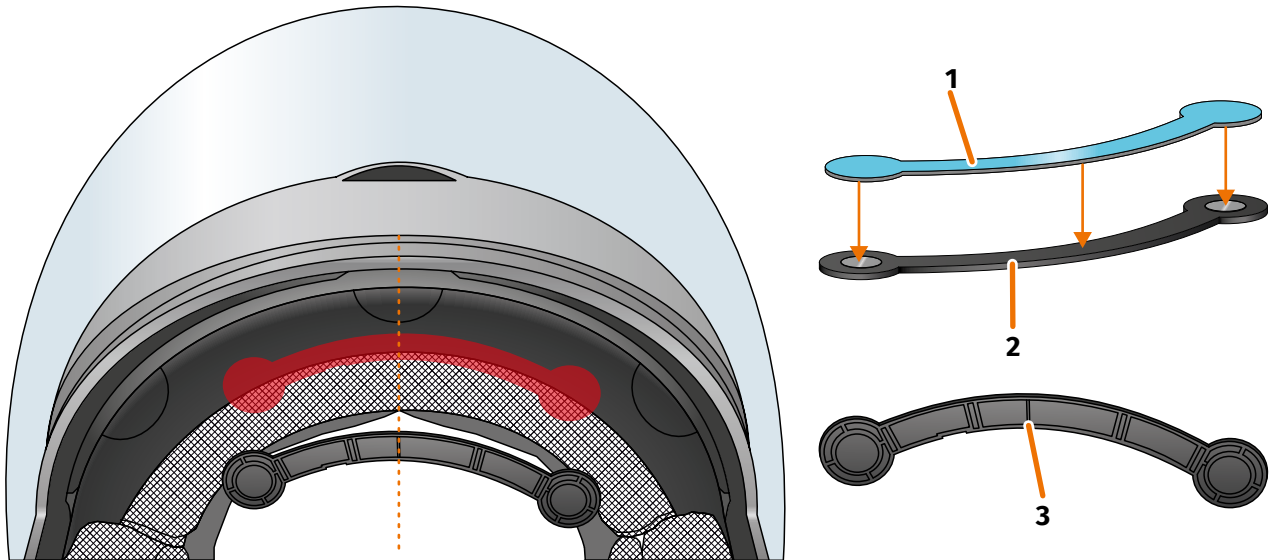

ABBILDUNG 10 // Schmalen Helmadapter mit Klebepad montieren
2. Klebe das Klebepad (ABBILDUNG 10/1) auf die Seite des Helmadapters auf, auf der die Magnete zu sehen sind.
3. Platziere den Helmadapter (ABBILDUNG 10/2) im Stirnbereich des Helms zwischen Innenschale und Außenschale (ABBILDUNG 10/rote Markierung). Die Markierung an der Unterseite des Helmadapters (ABBILDUNG 10/3) sollte sich auf einer gedachten Linie zwischen der Mitte des Helms und der Mitte deines Gesichts befinden (ABBILDUNG 10/gestrichelte Linie). Achte darauf, dass der Helmadapter nicht mit der Sonnenblende kollidiert.